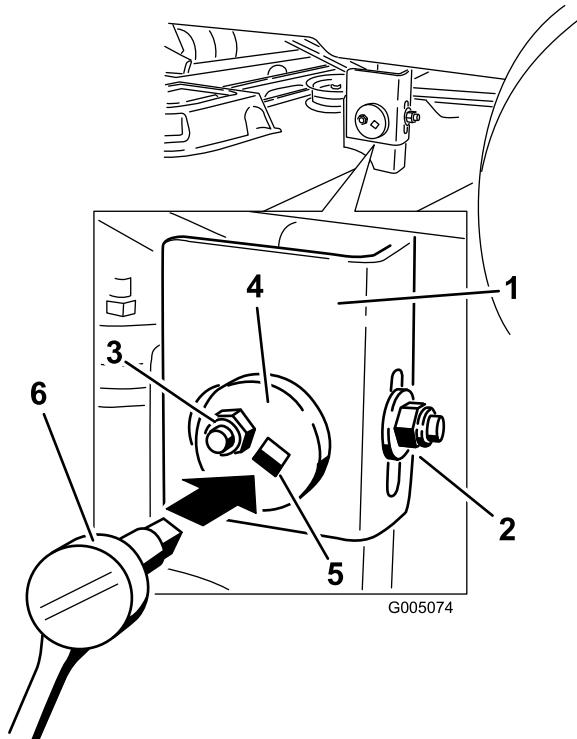

Figure 36
- Passez au côté gauche de la machine. Desserrez sans le retirer, l'écrou de blocage arrière sur le support (Figure 36).
- Desserrez l'écrou de blocage latéral sur le support jusqu'à ce qu'il soit possible d'ajuster la plaque excentrique (Figure 36).
- Arrêtez le plateau de coupe et vérifiez sa hauteur, puis serrez l'écrou de blocage latéral sur le support pour fixer cette nouvelle position (Figure 36).